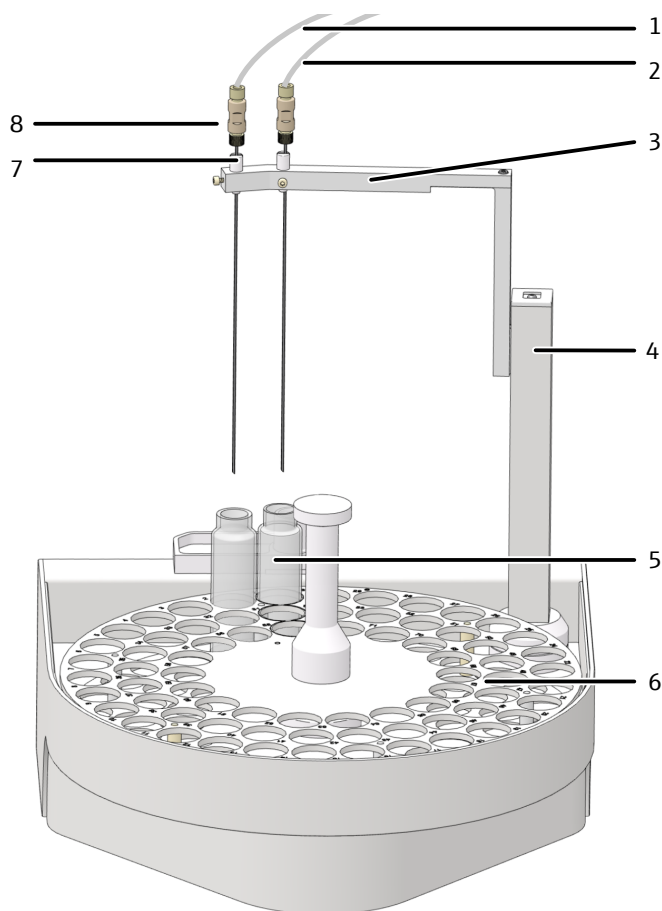

Fig. 25 Struttura del campionatore AS vario
- ▶ Nel caso delle misurazioni dell'NPOC con espulsione parallela: inserimento di una cannula con manicotto in ciascuna delle due posizioni del portacannule (Fig. 25  51).